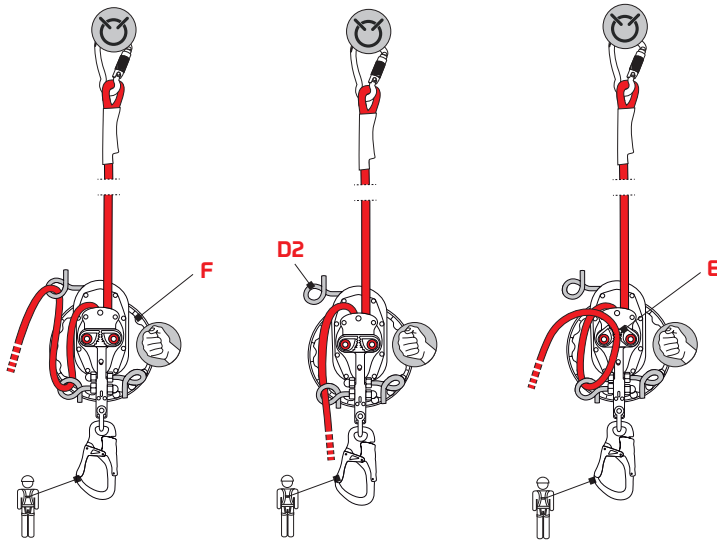

Abb. 10
- f) das Rad (F) loslassen,
- i) das Rad (F) festhalten und das Seil aus der Anschlagöse (D2) nehmen und in die Klemmnocke (E) einlegen – Abb. 10,